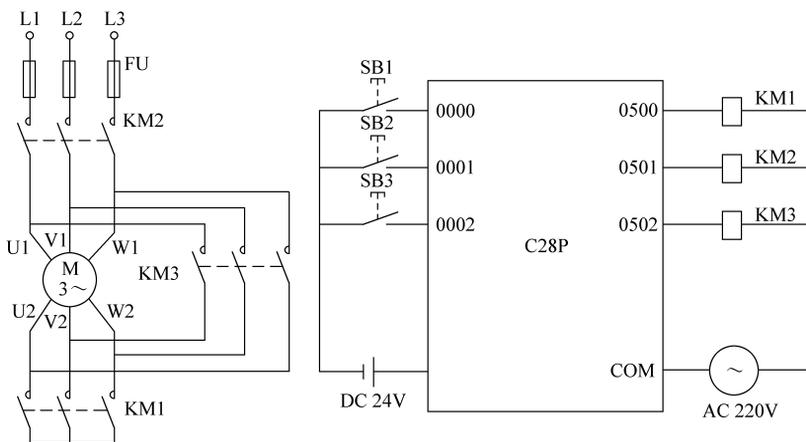

图 3-15
1. 识读 PLC 控制电动机Y/△起动控制电路及 I/O 接线图（见图 3-15）。